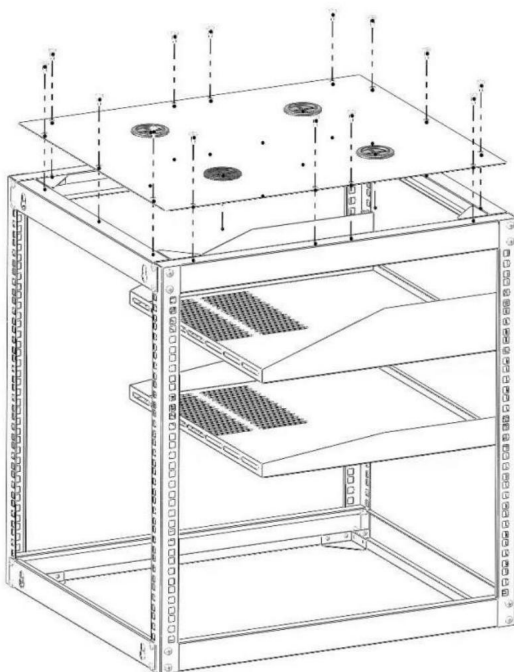

Figure 4
4. Placez le panneau supérieur (5) sur le boîtier. Fixez-le avec 14 vis autotaraudeuses M5 * 10 (8) sur le panneau supérieur à l'aide d'un tournevis électrique. (Figure 4).